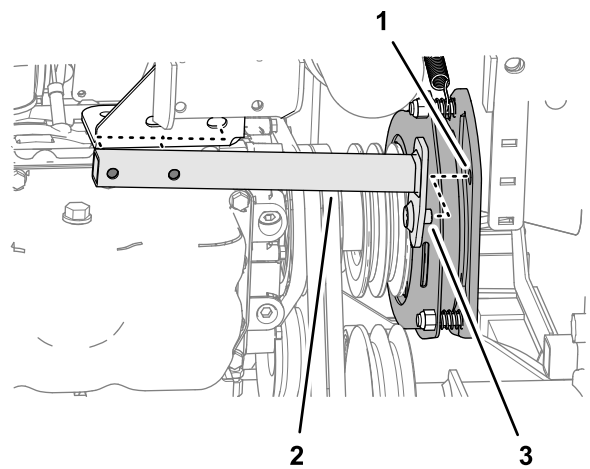

Bild 92
7. Schieben Sie das Drehsperrohr nach hinten und nehmen es von der Maschine ab (Bild 92).
2. Fluchten Sie den Stift des Drehsperrohrs mit dem Loch in der Zapfwellenkupplungsplatte aus, siehe Bild 92 in Entfernen der Zapfwellenriemen \(Seite 68\).